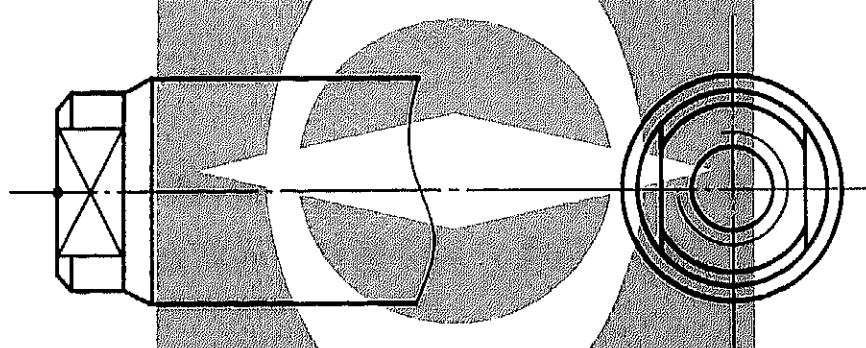
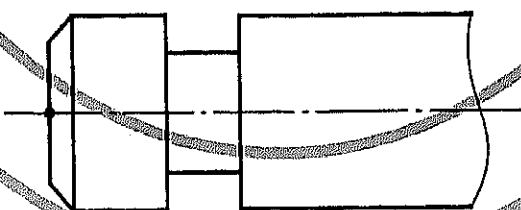
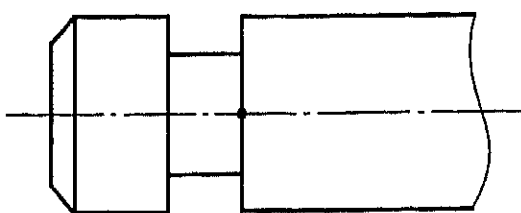

图 5 带扳手面的活塞杆端
图 6 基准点在活塞杆端面的带凸缘的活塞杆端
图 7 基准点在轴肩平面的带凸缘的活塞杆端
- 增加 4.6、4.7 和图 5~图 7;
对于带扳手面的活塞杆端,其基准点位于扳手面的水平对中线与活塞杆轴线的交点上,见图 5。
对于带凸缘的活塞杆端,其基准点位于活塞杆端面与活塞杆轴线的交点上(见图 6)或轴肩平面与活塞杆轴线的交点上,见图 7。